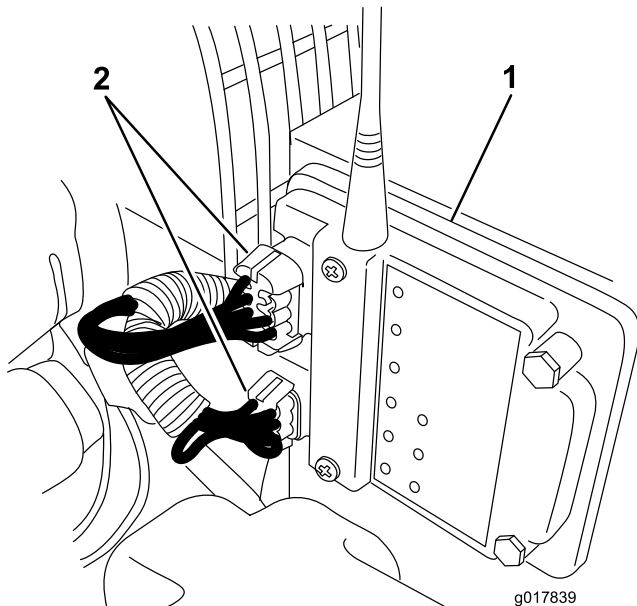

Bild 1
2. Ziehen Sie die Kabelbaumanschlüsse vom Empfänger ab (Bild 1).
3. Entfernen Sie die drei Schrauben und Muttern, mit denen der Empfänger am Bläserahmen befestigt ist (Bild 1). Entfernen Sie den Empfänger.